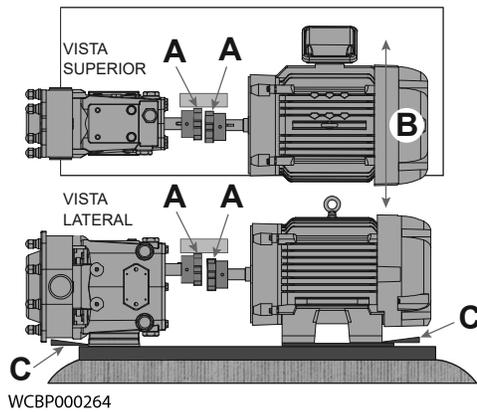

Ilustración 20 - Comprobación de la alineación paralela
2. Utilizando una galga en la ubicación "A" de la Ilustración 20, determine la dirección y la cantidad de movimiento necesario (Ilustración 20, elemento B).